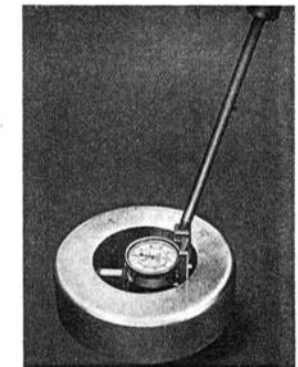

Bild 62. Einstellen der Meßuhr eines Lehr- rings auf Normal-Durchmesser
2. Mit Hilfe eines Lehringes (Bild 62) wird die Meßuhr zunächst auf den Normaldurchmesser eingestellt.